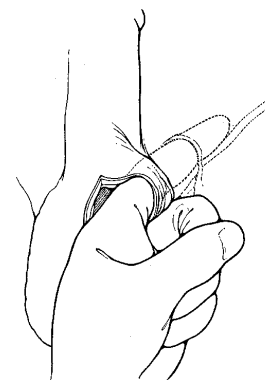

Figure 4-15a. Aménagement d'un orifice
1. Aménagez un orifice au niveau du fascia transversalis par l'anneau inguinal externe (**figure 4-15a**). Cet orifice permettra d'accéder à l'espace prévésical. L'accès par l'anneau inguinal et l'espace prévésical peut être facilité par l'utilisation d'écarteurs livrés dans le